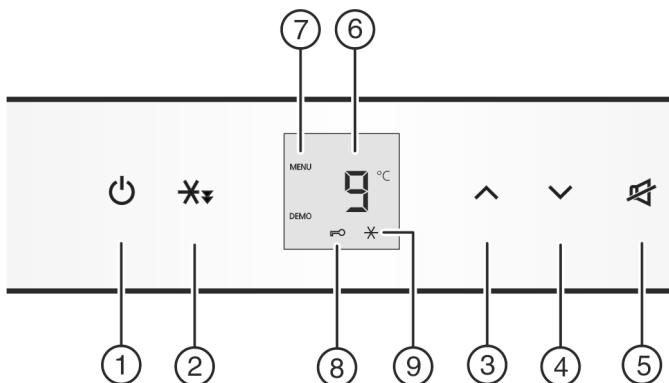

Fig. 2
- Premere il tasto On/Off Fig. 2 (1).
- Attivazione del modo regolazione: Premere il tasto Super-Cool Fig. 2 (2) per ca. 5 sec.
- Per inserire la sicurezza bambini premere brevemente il tasto SuperCool Fig. 2 (2).
- ▷ Il simbolo Sicurezza bambini Fig. 2 (8) si illumina. Nel display lampeggia **c1**.
- Per disinserire la sicurezza bambini premere brevemente il tasto SuperCool Fig. 2 (2).
- ▷ Il simbolo Sicurezza bambini Fig. 2 (8) si spegne. Nel display lampeggia **c0**.
- Disattivazione del modo regolazione: premere il tasto On/Off Fig. 2 (1).
- Regolazione della temperatura su valori più caldi: Premere il tasto di regolazione Up Fig. 2 (3).
- Regolazione della temperatura su valori più freddi: Premere il tasto di regolazione Down Fig. 2 (4).
- ▶ premere brevemente il tasto Raffreddamento rapido Fig. 2 (2).
- ▷ Il simbolo Raffreddamento rapido Fig. 2 (9) si illumina nel display.
- ▷ Il simbolo Raffreddamento rapido Fig. 2 (9) si spegne nel display.